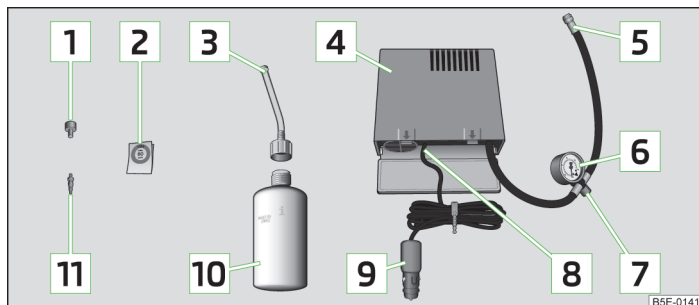

Fig. 166 Componentele setului
- Lipiți autocolantul [2] » fig. 166 la pagina 195 pe planșa de bord, în câmpul vizual al șoferului.
- Scuturați de câteva ori bine recipientul de umplere a anvelopei [10] » fig. 166 la pagina 195.
- Înșurubați bine furtunul de presiune [5] » fig. 166 la pagina 195 al compresorului de aer pe ventilul anvelopei.